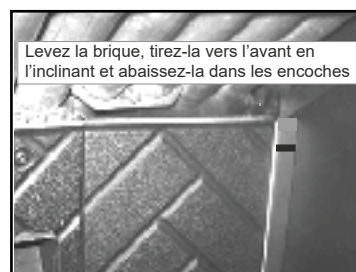

Figure 27.6
4. Ajouter un nouveau centre en brique et en prenant soin de ne pas endommager le filetage de la culasse; réinstaller brique (**Figure 27.6**).